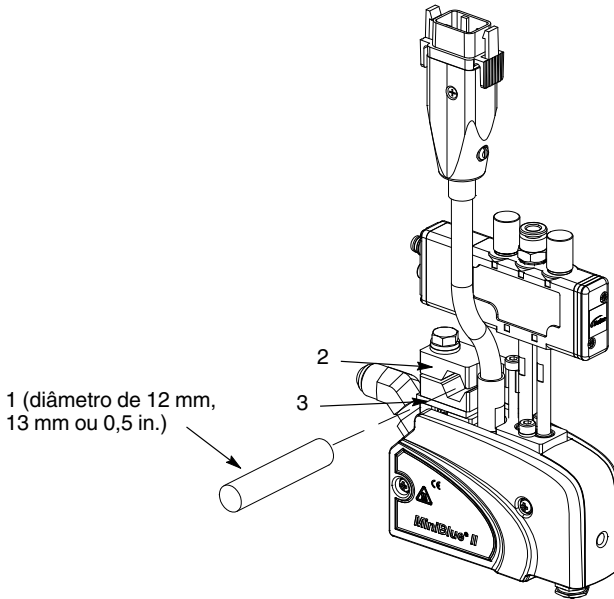

Figura 9: Montagem de um aplicador usando o grampo de suporte (está ilustrado o aplicador SlimLine)
1. Consulte a figura 9. Enfie o(s) grampo(s) de suporte do aplicador numa barra de suporte de 12 mm, 13 mm, ou de 0,5 in., ou abra o(s) grampo(s) de suporte e volte a fechá-lo(s) (com o aplicador e os isoladores) à roda da barra de suporte. Certifique-se de que os isoladores estão colocados entre o coletor e a(s) braçadeira(s).